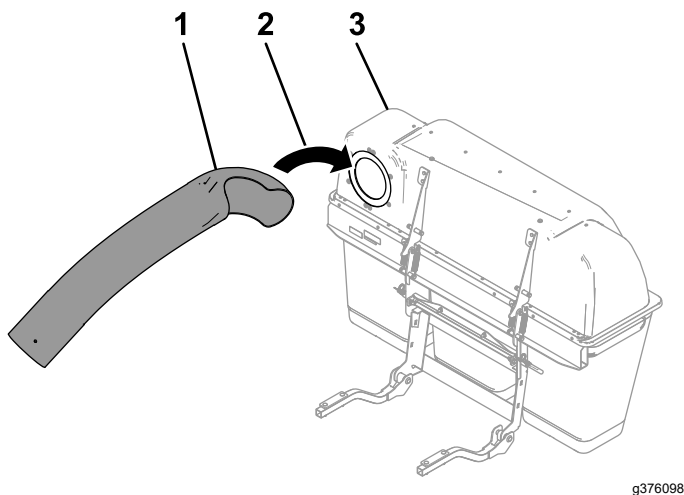

Figura 40
3. Instale el tubo superior en la abertura del ensacador y vuelva a retirarlo de manera que sobresalga la junta de la tolva (Figura 40).